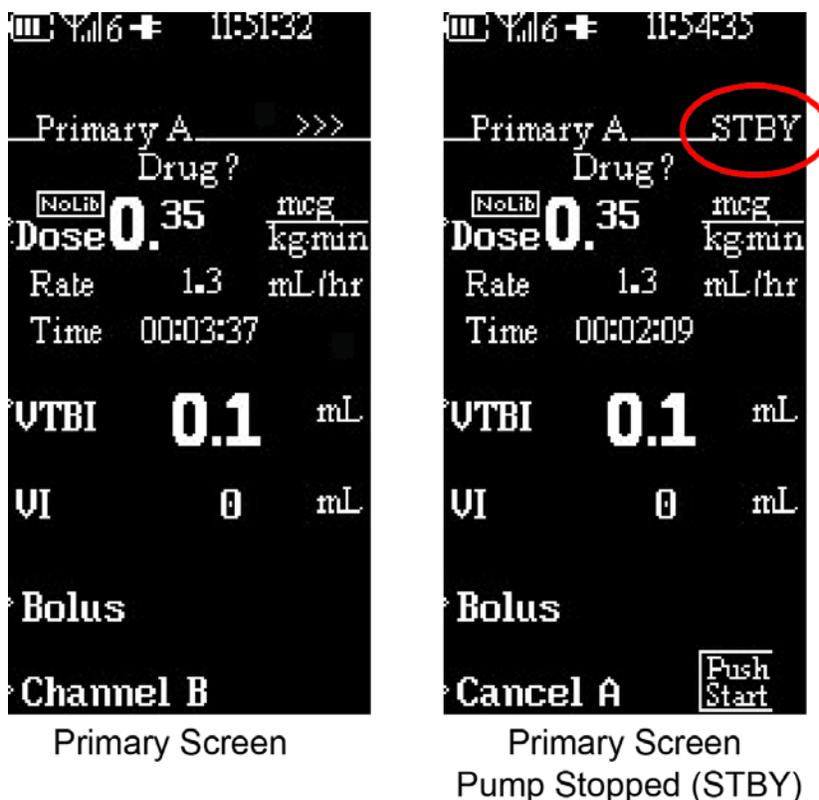

Figura 4-8. Schermata principale con velocità di dosaggio visualizzata
- r. La velocità di dosaggio sarà calcolata automaticamente e apparirà il messaggio "Ready to Start (A) o (B)" ("Pronto a iniziare (A) o (B)").
- t. Premere il tasto di comando START/STOP (AVVIO/ARRESTO) Canale. La schermata di esecuzione principale verrà visualizzata con i parametri corretti ricavati dalla schermata di calcolo della velocità di dosaggio, con il valore della velocità visualizzato tra i parametri relativi alla dose e al volume da infondere (**Vedere Figura 4-8**).
- s. La velocità di dosaggio sarà calcolata automaticamente e apparirà il messaggio "Ready to Start (A) o (B)" ("Pronto a iniziare (A) o (B)).
- u. Premere il tasto di comando START/STOP (AVVIO/ARRESTO) Canale. La schermata di esecuzione principale verrà visualizzata con i parametri corretti ricavati dalla schermata di calcolo della velocità di dosaggio, con il valore della velocità visualizzato tra i parametri relativi alla dose e al volume da infondere (**Vedere Figura 4-8**).
- s. La velocità di dosaggio sarà calcolata automaticamente e apparirà il messaggio "Ready to Start (A) o (B)" ("Pronto a iniziare (A) o (B)").